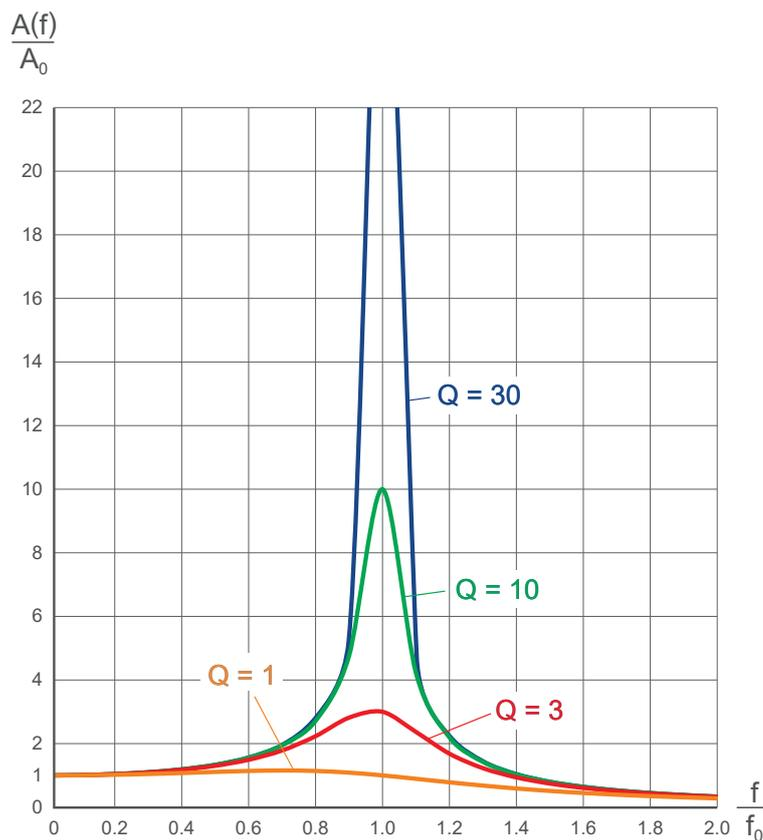

Bild 2-9 Frequenzgang-Diagramm
Die Transferkurve (siehe Bild 2-9) ist für verschiedene Gütefaktoren (Q), welche vom Dämpfungsfaktor des Torsionssystems abhängen, dargestellt. Der Graph zeigt den Faktor an, durch welchen das Drehmoment in Abhängigkeit der Torsionsfrequenz verstärkt wird.